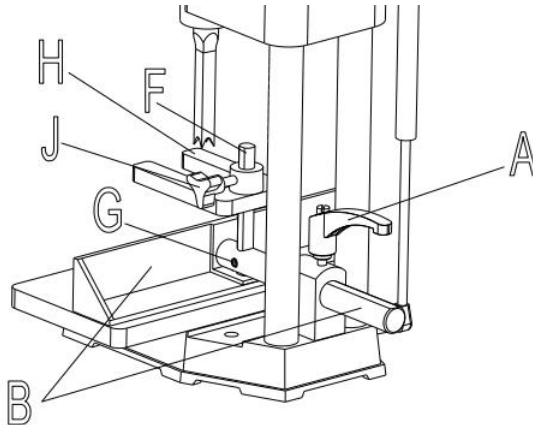

Abb.7
9.Lokalisieren Sie die Griffbaugruppe und entfernen Sie die Schraube (A) Abb.7 sowie die Feder (B) vom Griff
10.Stecken Sie die Stange der Zaunbaugruppe (E) Abb. 7 durch das Loch in der Säule, wie gezeigt.
11.Stecken Sie die Stange (F) Abb. 7 in das Loch auf der Oberseite des Zauns, wie gezeigt, und ziehen Sie sie fest.
12.Den Griff zusammenbauen nach unten (H) Abb. 7, auf die Stange (F) wie gezeigt und festziehen